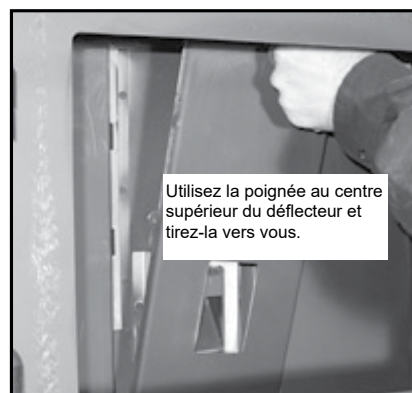

Figure 23.3
2. Retirez le déflecteur du centre en premier en utilisant la poignée du haut du déflecteur, la tirant vers le haut, puis vers vous. Le crochet du déflecteur glissera hors de sa fente du support. **Figure 23.3.**